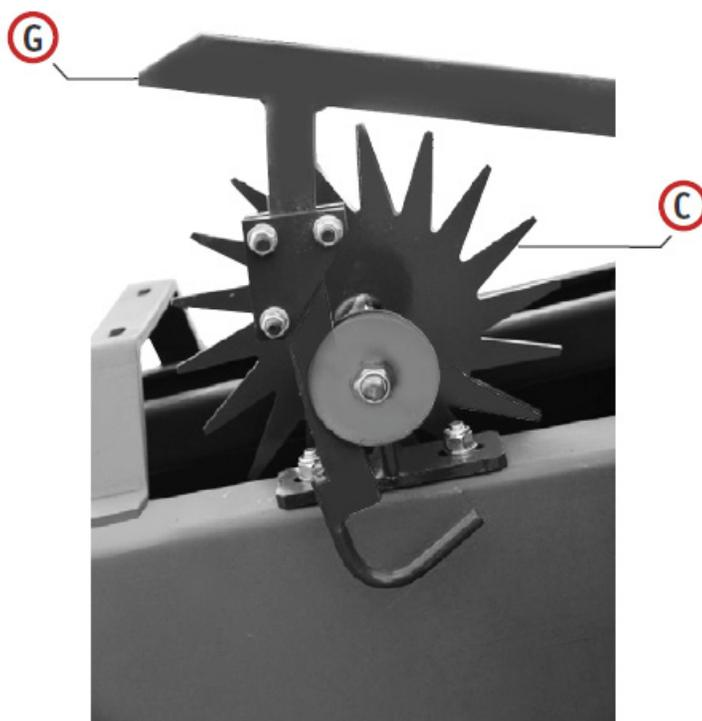

Fig.4
5. COMO SE SUGIERE EN LA FIG. 4:
4. Tome el extremo interior de la bobina (P) y colóquelo en la guía del alambre (M), enróllelo alrededor de la polea (D), insértelo entre la polea (F) y el perno (R) y ate el extremo del alambre a la barra (L).
5. Tome el extremo del alambre (O) de la bobina (B) y colóquelo en la guía del alambre (N), enróllelo alrededor de la polea (E), insértelo entre la polea (G) y el perno (R) y ate el extremo a la barra (L).
6. Suelte la palanca del anudador (G) (Fig. 4) y gire el volante manualmente en sentido contrario a las manecillas del reloj hasta que las agujas traigan los alambres al sistema del anudador.
7. Retire los alambres de la barra (L) para que la máquina esté lista para empacar.